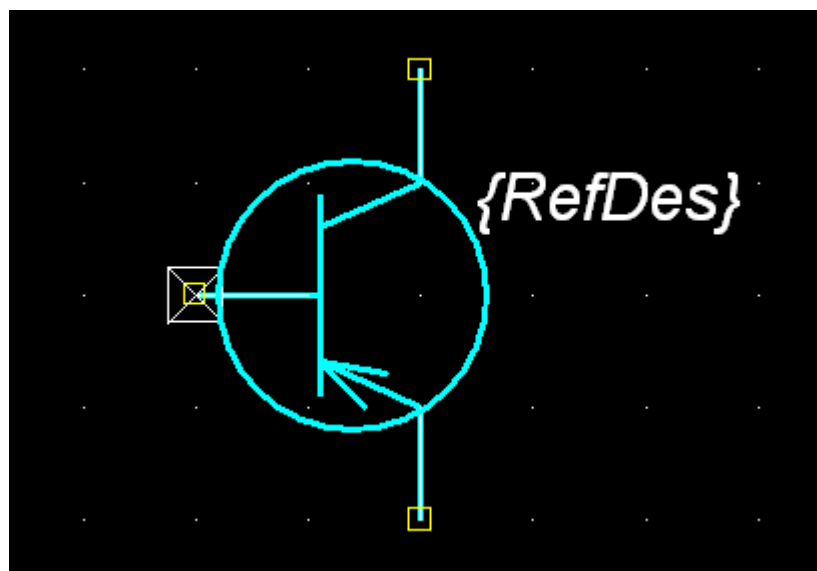

Рис. 23 Символ биполярного р-п-р транзистора (**Grid=5mm**)
- 8.5 Создайте символ p-n-p транзистора с теми же параметрами (рис. 23).